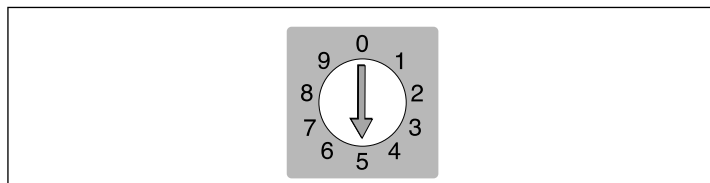

Figura 3: Selector de la dirección SCSI
- A Selector de dirección SCSI:** para asignar una dirección, utilice un destornillador para orientar la flecha hacia un número de dirección. Utilice sólo el 0, 1, 2, 3, 4, 5, o 6. No utilice el 7, 8 o 9. Vea la Figura 3 para más detalles.
4. **IMPORTANTE:** Detrás del escáner hay un pequeño círculo que sirve para seleccionar la dirección SCSI del escáner (vea Figura 3). Asegúrese de que cada dispositivo de la cadena SCSI tiene asignada una dirección SCSI diferente. Si es necesario, utilice un destornillador pequeño para girar la rueda y asignar una nueva dirección al escáner. Use sólo el 0, 1, 2, 3, 4, 5, o 6. No use el 7, 8 ni 9.